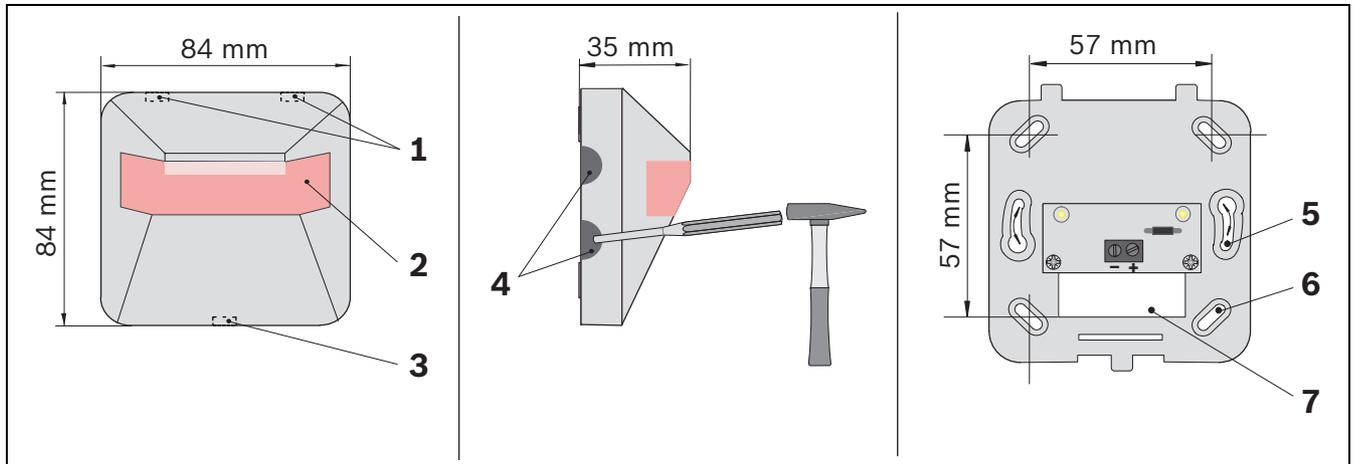

Figura 3.14 Dimensiones y montaje de FAA-420-RI
El indicador FAA-420-RI debe instalarse de tal manera que el lado amplio de la indicación roja de alarma (consulte la *Figura 3.14 (2)*) siga la línea visual del observador.
1. Antes de comenzar con el montaje, extraiga la tapa de la placa base: desbloquee los ganchos de ajuste (consulte la Figura 3.14 (3)) con un objeto plano (por ejemplo, un destornillador), presione y levante la tapa con cuidado.
2. Monte la unidad FAA-420-RI directamente en el techo o la pared. Asegure la placa base con dos (consulte la Figura 3.14, (5)) o cuatro (6) tornillos sobre una superficie lisa y seca.
3. Para el cableado de montaje en superficie, abra las entradas pretaladradas para cables (consulte la Figura 3.14 (4)) en cualquier lateral de la carcasa. Para introducir los cables en un montaje empotrado, páselos por la apertura (consulte la Figura 3.14 (7)) situada bajo la placa de conexión.
5. Coloque la carcasa sobre la placa base, de forma que los dos ganchos (consulte la Figura 3.14 (1)) se introduzcan en las dos hendiduras. Presione la tapa suavemente sobre la placa base, hasta que se encaje el gancho de ajuste (3).